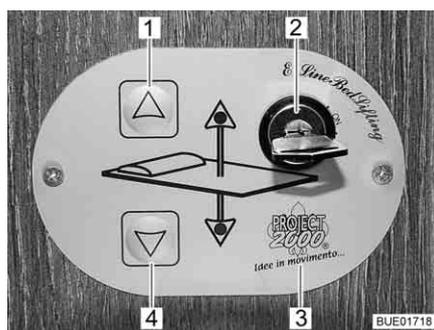

Bild 126 Bedienteil
Bedienteil Mit den Tasten (Bild 126,1 und 4) auf dem Bedienteil (Bild 126,3) wird das Hubbett abgesenkt oder angehoben. Mit dem Schlüsselschalter (Bild 126,2) wird das Bedienteil gegen unbefugte Benutzung gesichert.
- Schlüssel im Schlüsselschalter (Bild 126,2) um 90° im Uhrzeigersinn drehen. Das Bedienteil (Bild 126,3) ist aktiviert.
- Pfeiltaste (Bild 126,4) drücken und so lange gedrückt halten, bis das Hubbett in die gewünschte Position nach unten gefahren ist.
- Pfeiltaste (Bild 126,1) drücken und so lange gedrückt halten, bis das Hubbett in die Endstellung nach oben gefahren ist.
Wenn sich das Hubbett mit den Pfeiltasten Bild 126,1 und 4) nicht mehr bewegen lässt, zuerst die Sicherung im vorderen Hängeschrank auf der linken Fahrzeugseite bzw. auf Reserve 3 am Elektrobloc prüfen (siehe Abschnitt 8.9.1). Wenn die Sicherung in Ordnung ist und sich das Hubbett trotzdem nicht bewegen lässt, kann das Hubbett manuell bedient werden.